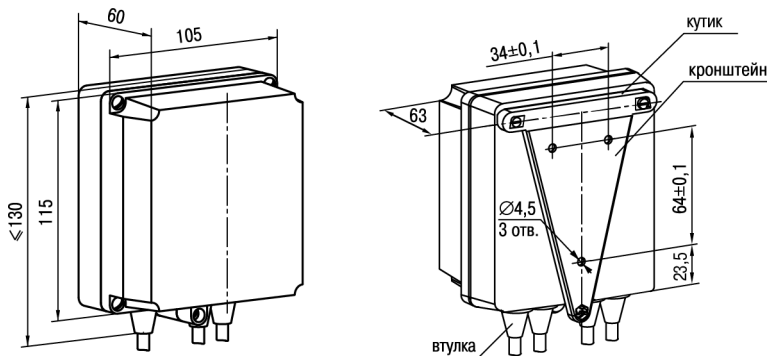

Рисунок 4.2 – Габаритні розміри корпусу Д
1. Закріпити кронштейн трьома гвинтами М4 × 20 на поверхні, призначеній для встановлення пристрою (див. *рисунок 4.2*).